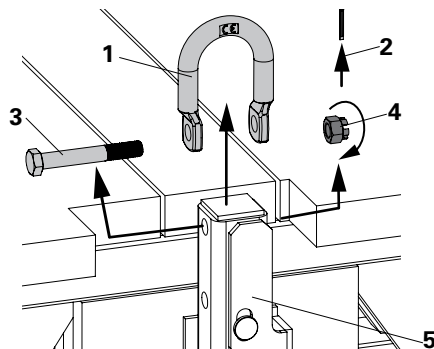

Fig. 17
3. Rimuovere la staffa (1) dalla posizione di montaggio tirandola verso l'alto. (Fig. 17)